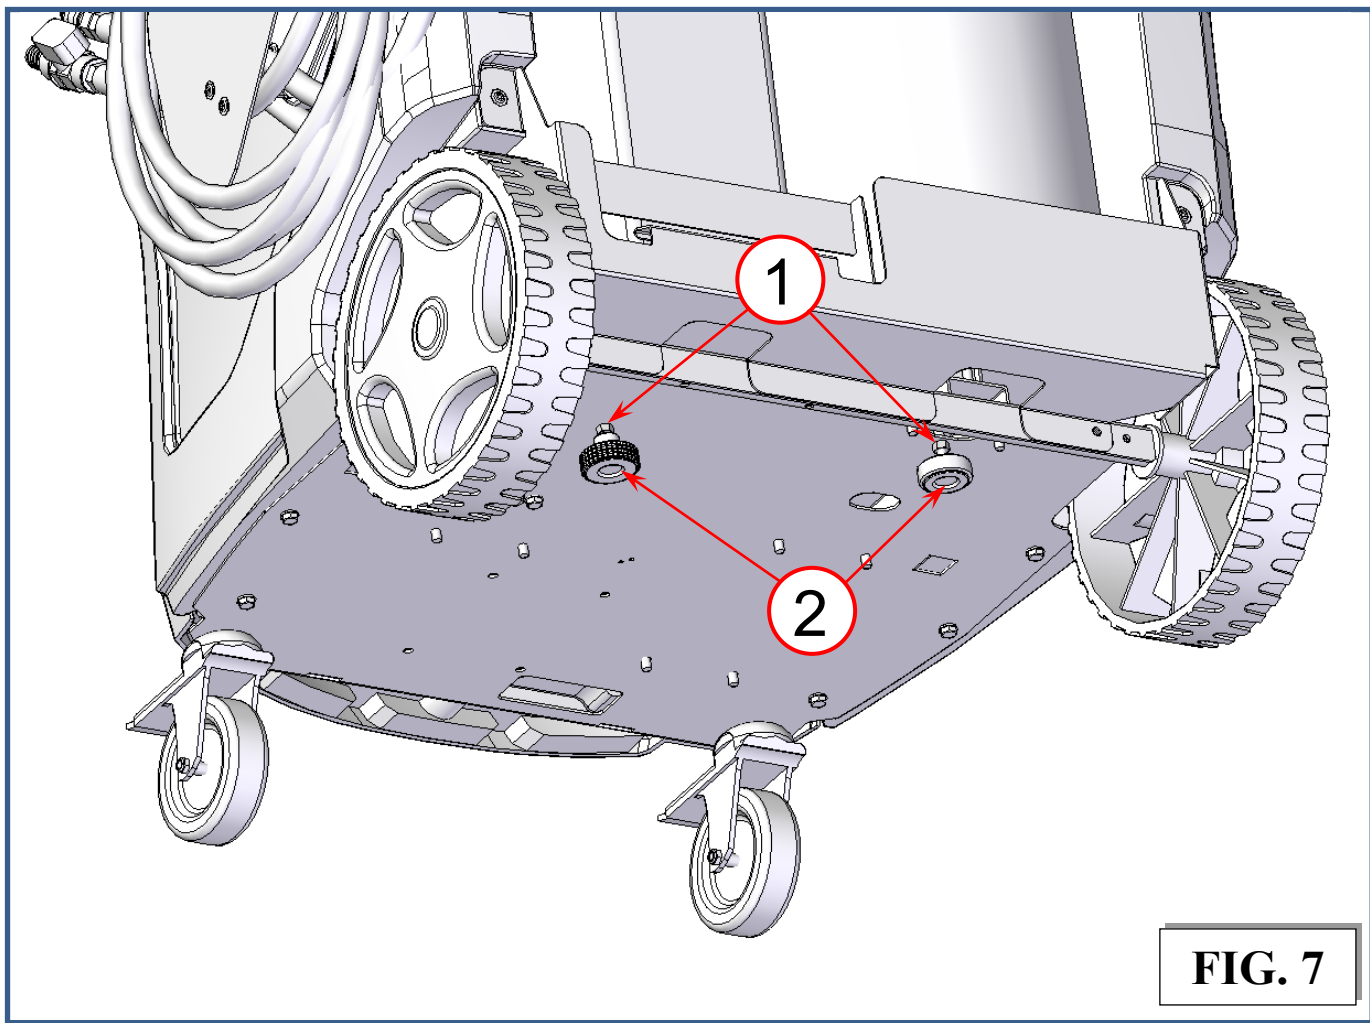

FIG. 7
1. Pour retirer les protections sous les balances à huile, il est nécessaire de desserrer l'écrou de blocage (réf. 1, Fig. 7), de dévisser le bouton (réf. 2, Fig. 7), de le retirer et de le conserver à un endroit sûr.
2. Serrer le bouton (réf. 2, Fig. 7) jusqu'à ce que l'écran affiche ZERO. Serrer l'écrou (réf. 1, Fig. 7).